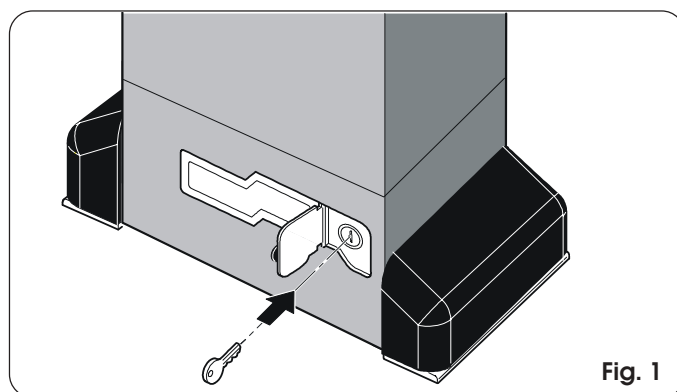

Fig. 1
- 1) Aprire lo sportellino di protezione ed inserire l'apposita chiave in dotazione nella serratura come indicato in Fig. 1.